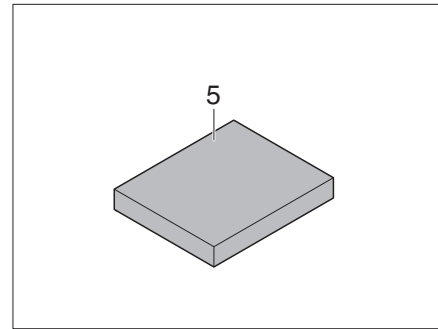

Bild 199 Zusatzpolster
- Zusatzpolster (Bild 199,5) in die Mitte auf den Tisch legen.